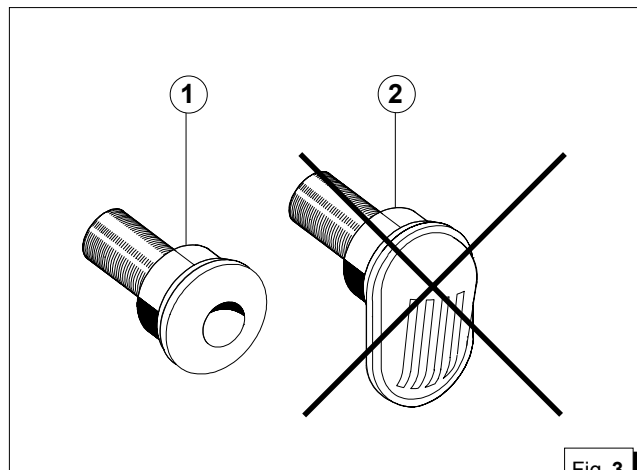

Fig. 3
Sulle imbarcazioni i sistemi normalmente adottati per l'immissione dell'acqua sono due (fig. 3).
Boats usually use one of two systems to collect water (fig. 3):
Les systèmes normalement adoptés sur les embarcations pour l'introduction de l'eau sont au nombre de deux (figure 3):
La MASE raccomanda il sistema a presa diretta rif. 1 fig. 3 in quanto questo sistema previene l'ingresso di acqua in pressione nei condotti di aspirazione, generando invece una depressione facilmente superabile dalla prevalenza della pompa acqua del gruppo elettrogeno.
MASE recommend the direct infeed system ref. 1 fig. 3 since this system prevents water under pressure entering the suction ducts and instead forms a pressure which can easily be overcome by the water pump of the electric generator.
MASE recommande le système à prise directe réf. 1 figure 3 car ce système prévient l'entrée de l'eau sous pression dans les conduites d'aspiration et engendre, au contraire, une dépression qui peut facilement être corrigée par la hauteur d'élévation de la pompe à eau du groupe électrogène.